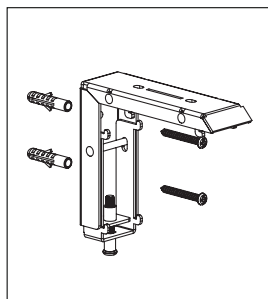
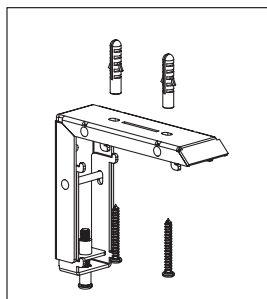

Bild 4
Bild 5
2. **Om bärande montering ska ske i betongkonstruktion:**Håll vinkelfästena mot väggen eller taket och sätt av märkpunkter genom vinkelfästenas monteringshål. Borra sedan hål i märkpunkterna med borrhål som passar till bifogade pluggar. Passningen mellan borrhål och plugg ska vara sådan att pluggen kan tryckas in i hålet med visst motstånd. Om pluggen kan föras in i hålet utan motstånd, är hålet för stort. Då kan man antingen välja plugg och skruv med större dimension eller borra nya hål. För in pluggarna helt i hålen. Skruva sedan fast vinklarna med tillhörande skruvar så som bild 4 eller bild 5 visar.